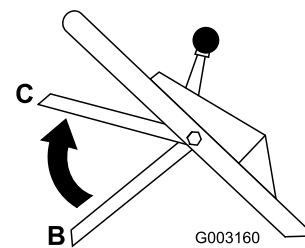

Figure 18
- Ramenez la barre de commande à la position centrale, soit 13 cm environ au-dessous de la barre transversale du guidon (position C de la Figure 18).
4. Relâchez la barre de commande de la lame (position B de la Figure 18).